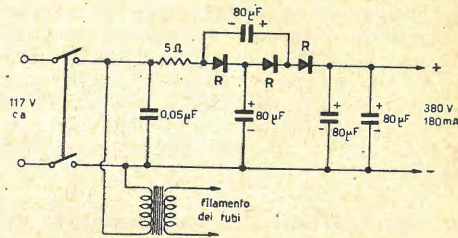

Fig. 3 — Schema di alimentatore per ricevitore televisivo. Sono impiegati due raddrizzatori miniatura da 200 Ma.
prendere quali sono le ultime novità in questo campo. Cominceremo anzitutto col dire che l'alimentazione dei televisori è affidata ai raddrizzatori al selenio in misura ancora maggiore di quanto ciò non avvenga coi radiorecettori: si è riusciti così a ridurre quasi a metà il peso e l'ingombro dei televisori con schermo fluorescente, da 18 cm! In fig. 3 riportiamo il circuito di alimentazione (70 W circa) di un televisore, impiegante tre raddrizzatori miniatura da 200 mA (1).